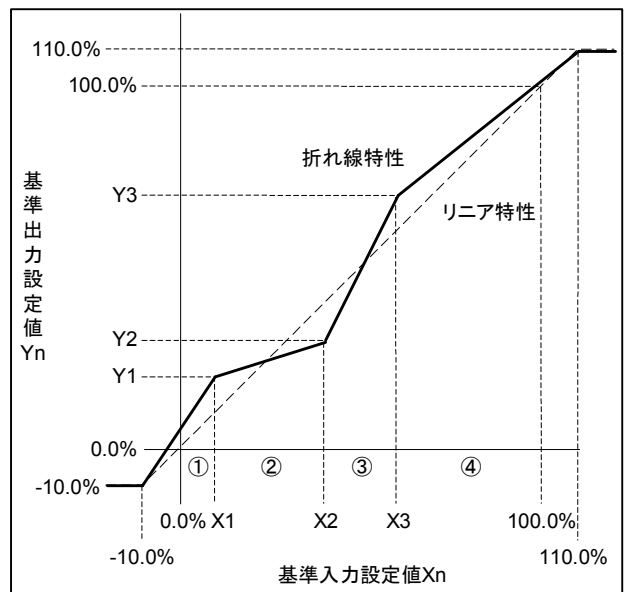

図 6.4-1
* X_1 および X_2 の設定が 0.0% の場合, 未設定と判断し, $-10.0\% \sim 110.0\%$ の間でリニア出力します。(図 6.4-1 のリニア特性と同じ)